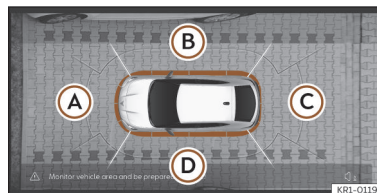

Fig. 150 Visualização do sistema de visão periférica: perspectiva aérea.
Pode-se escolher entre quatro vistas diferentes >>> **Fig. 150:**
Combinando as imagens de todas as câmaras, gera-se a perspectiva aérea >>> **Fig. 150**. A perspectiva aérea pode-se selecionar pressionando sobre o veículo dentro da zona.
Pressionando sobre as diferentes áreas >>> **Fig. 150** (A) a (D) da perspectiva aérea ou da perspectiva aérea reduzida, é possível selecionar e fixar a vista correspondente, a qual será realçada a cor de laranja.